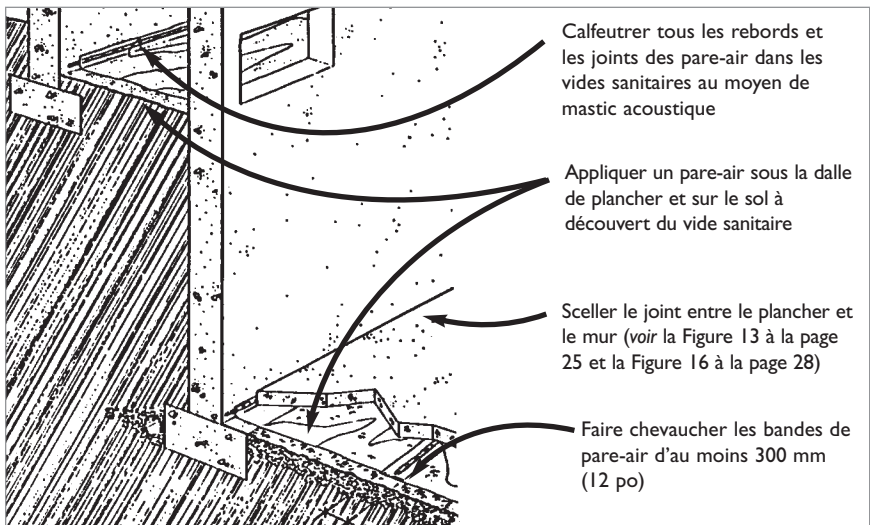

Figure 17 : Pare-air de polyéthylène pour vide sanitaire et dalle de plancher de sous-sol
- **Sol à découvert** – On peut recouvrir le sol à découvert du vide sanitaire d'une membrane dont les joints et les rebords auront été hermétiquement scellés (*voir* la Figure 17, page 29). Si la dalle de plancher du sous-sol n'est pas continue (p. ex. lorsqu'il y a une chambre froide), on doit recouvrir le sol à découvert de béton coulé.
- Installer une membrane d'au moins 0,15 mm (0,006 po) en polyéthylène sous la dalle du plancher du sous-sol ou sur le sol à découvert des vides sanitaires (voir la Figure 17 à la page 29). Les joints de la membrane doivent se chevaucher sur au moins 300 mm (12 po). Dans les vides sanitaires, on doit sceller les joints et les rebords avec un mastic acoustique. Privilégier les produits plus résistants que le polyéthylène ordinaire, comme le polyéthylène stratifié croisé.